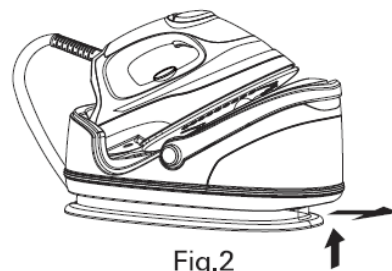

Fig.2
1. Druk de water tank slot knop naar boven en schuif de tank uit de basis (fig.2).